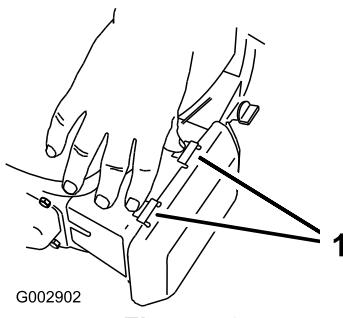

Figura 42
- Presione hacia abajo los cierres de la parte superior de la tapa del limpiador de aire (Figura 42).